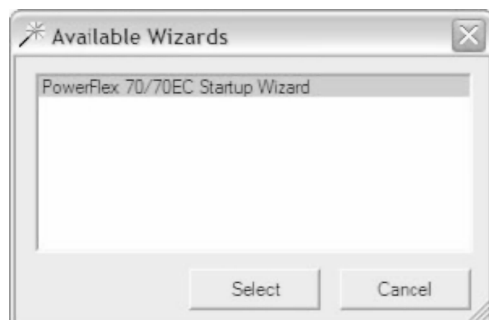

图 25-28 可用向导
26. 启动 PowerFlex 70 启动向导：单击工具栏中的向导图标，查看可用向导。选择 PowerFlex 70/70 启动向导并单击“选择”（Select），如图 25-28 所示。